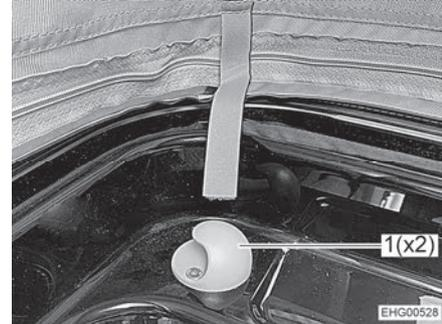

Fig. 51 Sujetador
- Enganchar la red de seguridad en los dos sujetadores (Fig. 51,1).